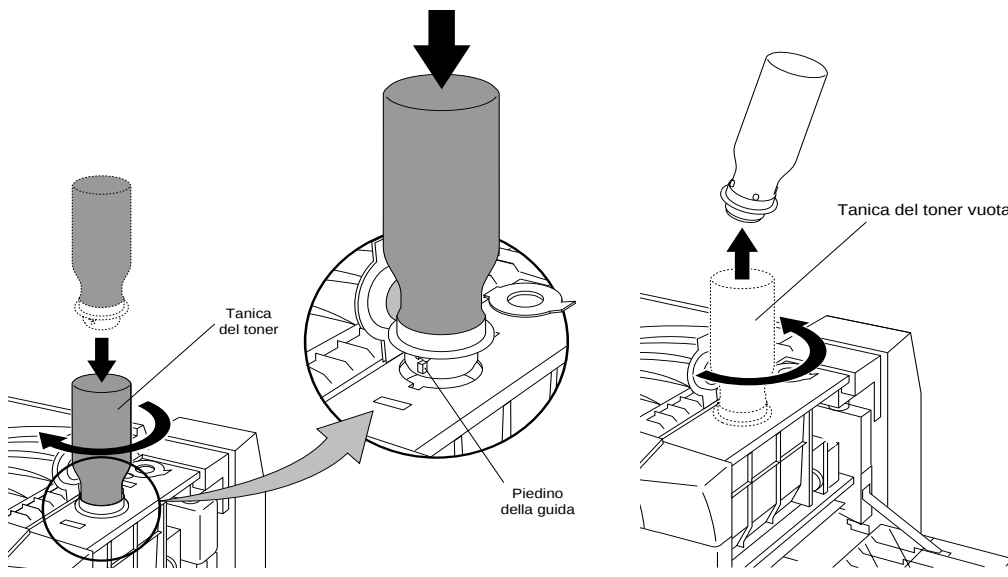

Figura 4-3 Inserimento del toner e rimozione della tanica di toner
7. Allineare i piedini di guida presenti sulla tanica rispetto alle aperture dei piedini di guida presenti sulle aperture di riempimento del toner. Inserire e girare la tanica di toner in senso orario di 180° per iniziare a riempire, come mostrato nella Figura 4-3.
8. Quando la tanica di toner è vuota, girarla in senso antiorario di 180° e rimuoverla, come mostrato nella Figura 4-3.